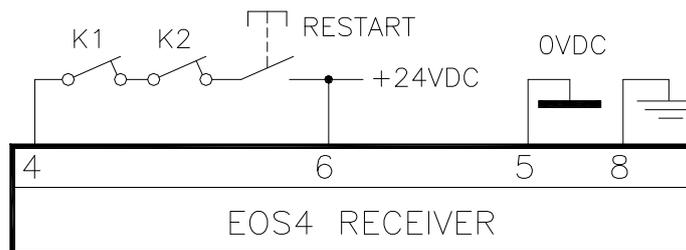

Bild 20 – Manuell mit Steuerung K1K2
- ⚠ Bei manueller Funktionsweise macht dies außerdem das Vorhandensein der RESTART-Taste in Reihe mit den Ruhekontakten (Feedback) der externen Schütze K1/K2 erforderlich (Bild 20).